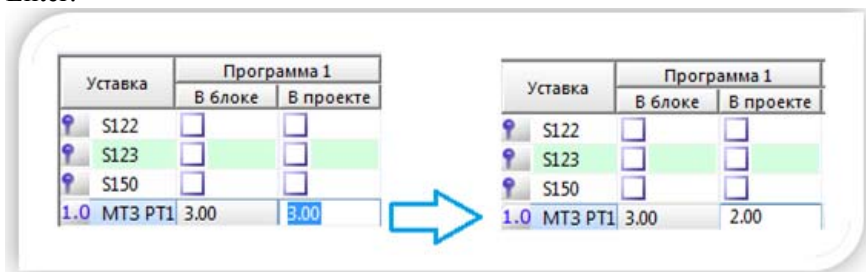

Рис. 8. Изменение уставки МТЗ 1 ступени
9. Для задания уставки по току МТЗ первой ступени двойным нажатием ЛКМ выбираем пункт меню «МТЗ РТ1», задаем уставку равную 2 А (рис.8), для подтверждения ввода нажимаем Enter.